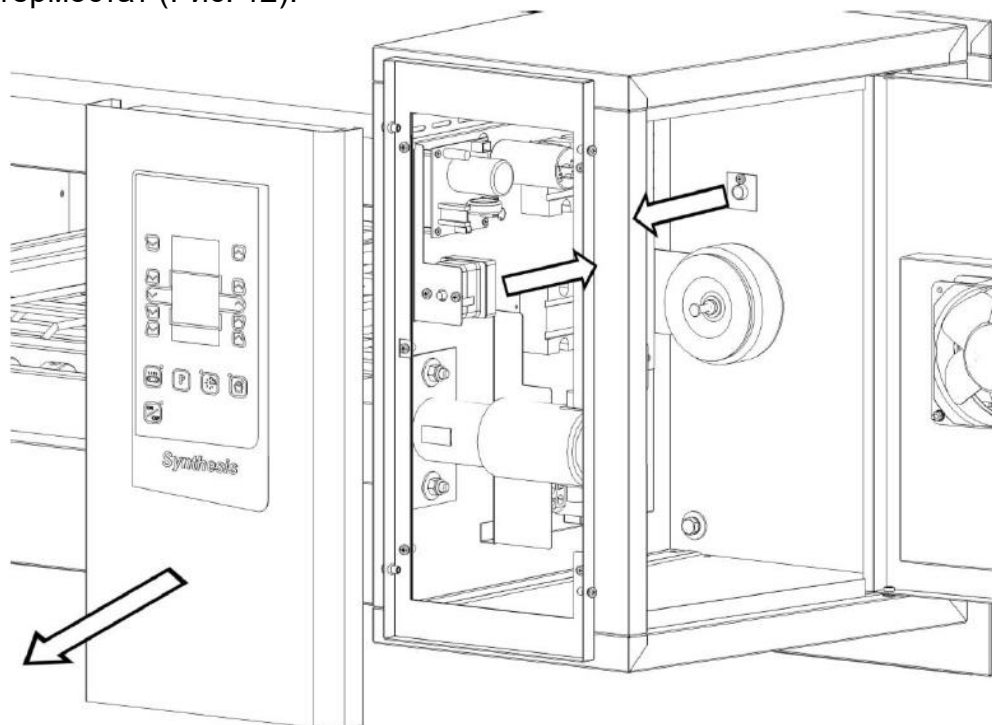

Рис. 12
3. Отсоедините электрические разъемы на термостате (Рис.12).
4. Удалите силиконовое уплотнение датчика и снимите колбу, ослабьте винты и замените термостат (Рис. 12).